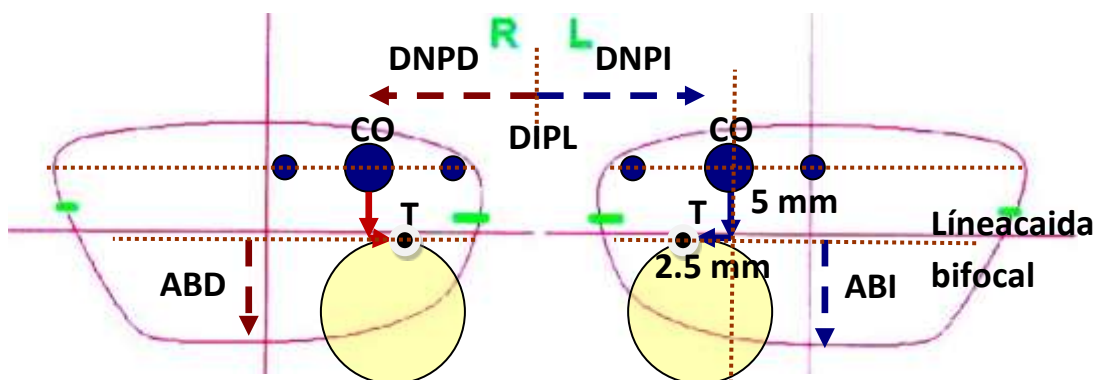

Figura 4
- 1) Marcar el CO de cada lente y trazar una línea paralela sobre los tres puntos de referencia horizontal del marcado (figura 4).
- 2) A 5 mm hacia abajo del CO trazar una línea horizontal, paralelamente a la línea de referencia horizontal (línea caída del bifocal) y luego una línea perpendicular que pasa sobre el CO y ambas líneas. Sobre la línea de caída del bifocal descentrando nasalmente 2.5 mm desde la línea perpendicular del CO, marcar con un punzón el punto central del borde superior de la lentilla o segmento (T) (OJO, verificar el descentramiento a efectuar según sea OD o OI). Finalmente colocar el centro de la plantilla metálica del bifocal sobre el punto T y paralelamente sobre la línea de caída del bifocal, dibujar con un punzón la forma del segmento encima de la lente.